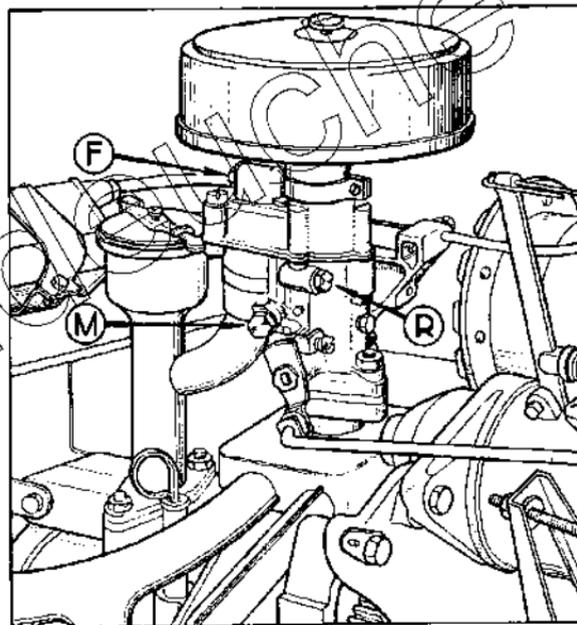

Fig. 9. — CARBURATEUR ET FILTRES
La figure 9 vous indique les emplacements où vous pouvez, à la rigueur, intervenir pour un nettoyage : gicleur (1) de marche (M), gicleur de ralenti (R) et filtre d'arrivée (F).
A. — A l'entrée du carburateur, sous le raccord de la canalisation (en F fig. 9), il y a un autre filtre constitué par un cylindre de fine toile métallique. Il peut se charger à la longue d'un dépôt blanchâtre qui gêne l'arrivée d'essence. Son nettoyage est très facile.